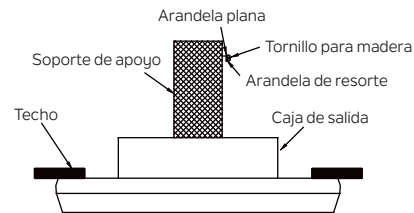

Figura 14
Paso 1. Inserte un tornillo para madera y arandelas en el costado de la abrazadera que sostiene la caja de salida. Deje 3 mm (1/8") de espacio entre el soporte de apoyo y la arandela. (Figura 14)